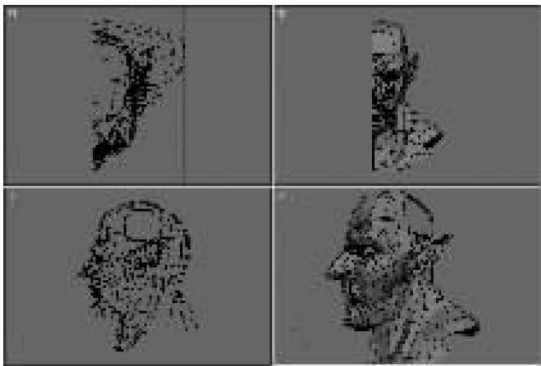

图 7-54 打开场景
- (1)重置场景。
- (2)打开如图 7-54 所示的场景,这是一个游戏角色模型。